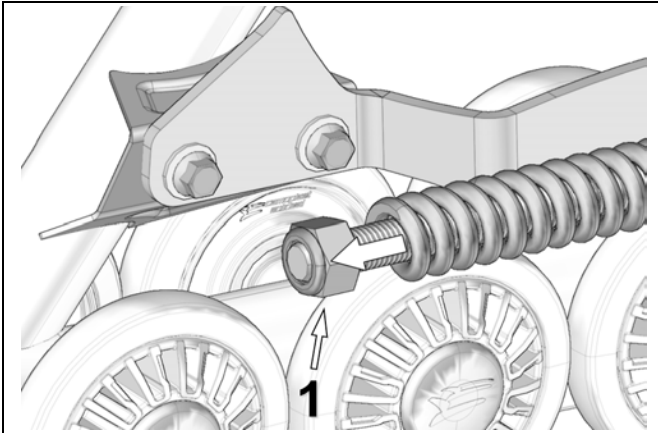

Figure 8
- Dévisser l'écrou (1) comprimant le ressort du bras stabilisateur. Voir la Figure 8